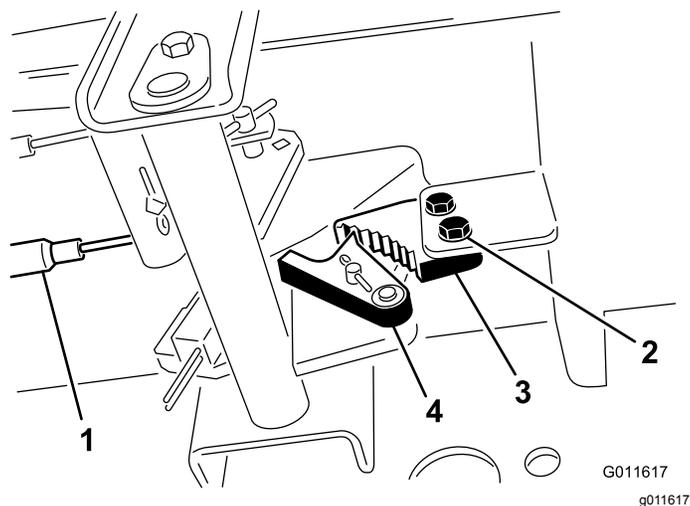

図 67
1. 駐車ブレーキのツメをフレームに固定しているねじ2本をゆるめる 図 67。
2. ブレーキのツメが戻り止めに完全に掛かるまで駐車ブレーキペダルを前に踏み込む 図 67。